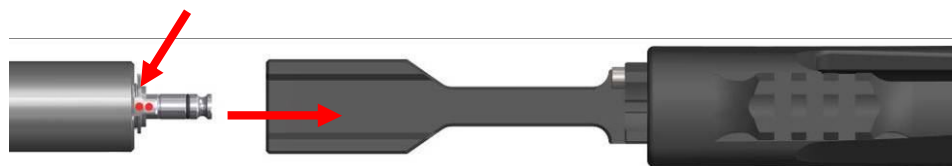

Рисунок 14
- (7) Вставить новый ствол с личинкой затвора в ствольную коробку (рис. 14). Красная точка на арретирующем носике должна показывать вверх.